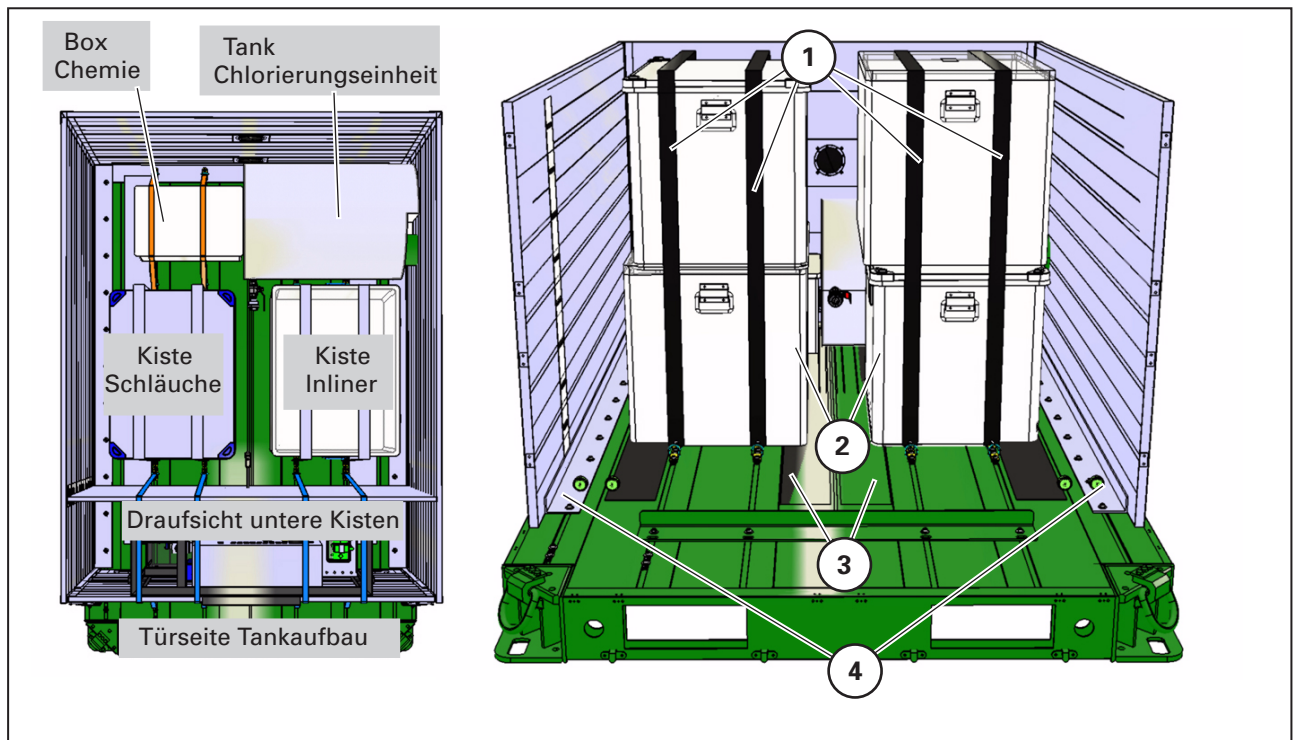

Bild 7 Beladung
5. Die vier schwarzen Spanngurte (7/1) gemäß Bild 7 über die Zubehörkisten legen, durch die Ösen am Boden vor den Kisten durchschleifen und mit den Ratschenschlössern spannen.